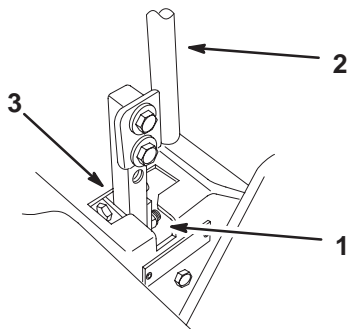

Figure 48
5. Vérifiez la position du levier par rapport au cran de la console (Fig. 48). Il doit être centré de façon à pouvoir pivoter vers l'extérieur jusqu'à la position de verrouillage du point mort.
7. Appliquez une légère pression à l'arrière du levier, tournez la tête du boulon de réglage dans le sens voulu pour centrer le levier à la position de verrouillage du point mort (Fig. 48).